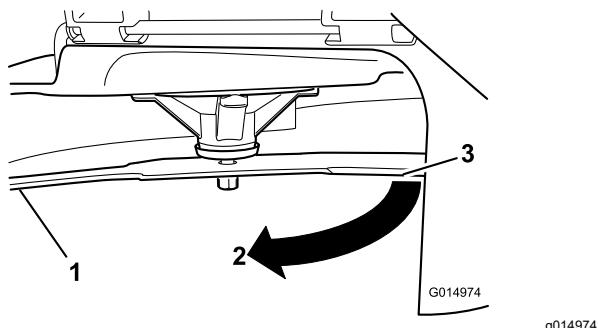

Figura 61
3. Distanza misurata tra la lama e la superficie (A)
4. Ruotate la stessa lama di 180 gradi in modo che il tagliente opposto si trovi ora nella stessa posizione (Figura 61).